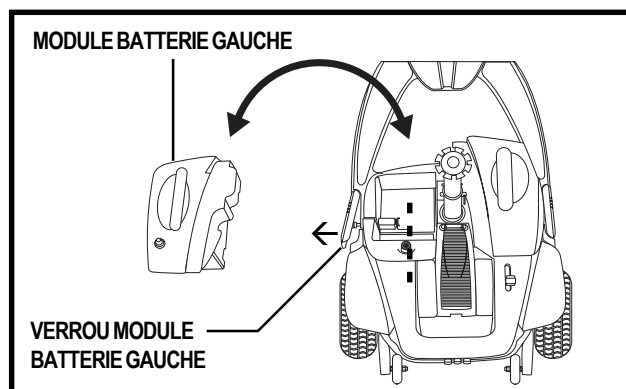

Figure 15. Enlèvement/Installation du module de batterie gauche
4. Déverrouillez le module de batterie gauche en tirant le verrou vers l'extérieur. Voir la figure 15.
5. Retirez le module gauche en le soulevant directement à la verticale hors du scooter. Voir la figure 15.